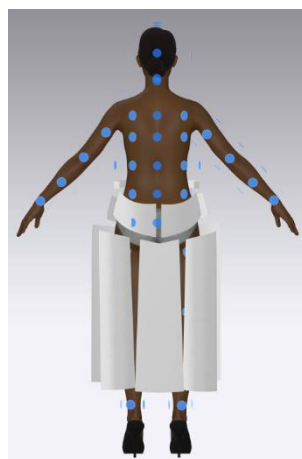

图 4-1-27 分割裙背面 3D 安排
(4) 按键盘数字键“8”，显示虚拟模特背面视图，运用 3D 视窗工具栏中“ (选择/移动)”工具依次选择后育克、裙后片，放置在对应位置安排点，如图 4-1-27 所示。